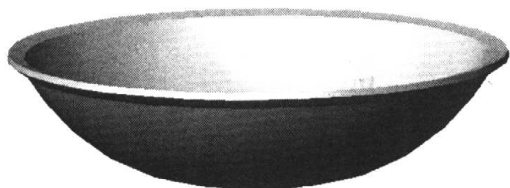

图 3-5
7. 使用 3DO 命令或单击“三维动态观察器”工具栏上的  按钮，将果盘旋转一定的角度，效果如图 3-5 所示。